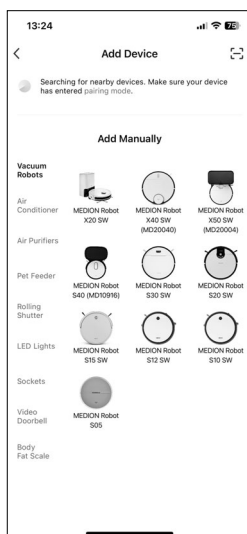

Fig. 2
- Dalla categoria di apparecchi **VACUUM ROBOTS** selezionare il modello **MEDION Robot X50 SW (MD 20004)** (fig. 2).